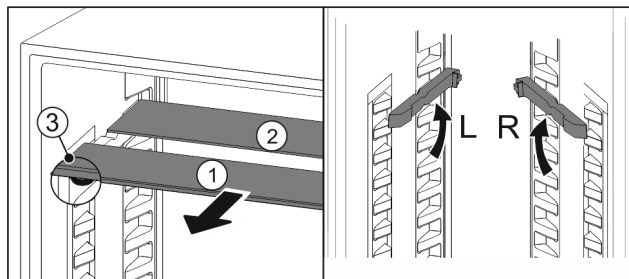

Fig. 133
- Skleněné desky jednotlivě vytáhněte dopředu Fig. 133 (1).
- Skleněná deska Fig. 133 (1) s ozdobnou lištou leží vpředu.
- Zářezky Fig. 133 (3) směřují dolů.